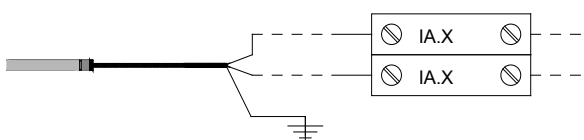

Figura 14
- Nella Figura 14 è possibile vedere un esempio di collegamento degli ingressi analogici.